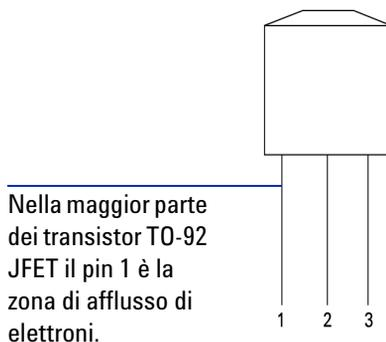

Figura 5-10 JFET TO-92
- 3 In questo esempio verrà utilizzato un JFET con un modello TO-92 come indicato nella Figura 5-10.